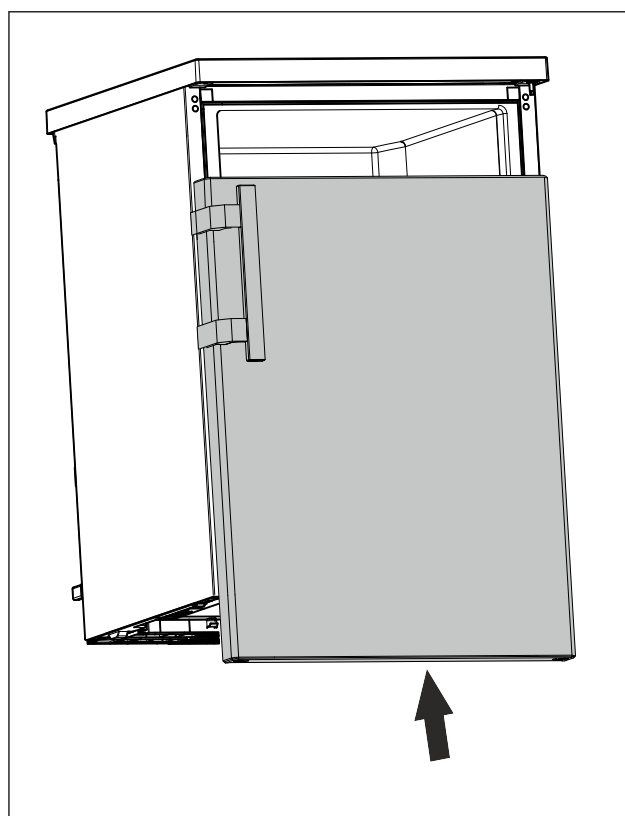

Fig. 23
- ▶ Skjut på dörr i stängt läge på övre bulten. (se Fig. 23)